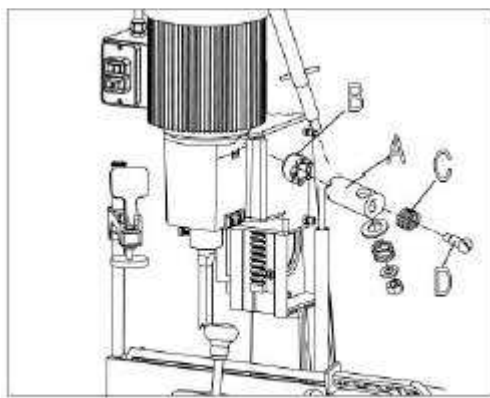

Fig 2
1. Assemblez le moyeu (A, fig. 2) du groupe levier à l’extrémité de l’arbre de pignon (B) et serrez le levier à l’arbre de pignon à l’aide d’une vis spéciale (C) et d’un ressort (D).
1. Desserrez la vis de blocage illustrée à la figure 2.